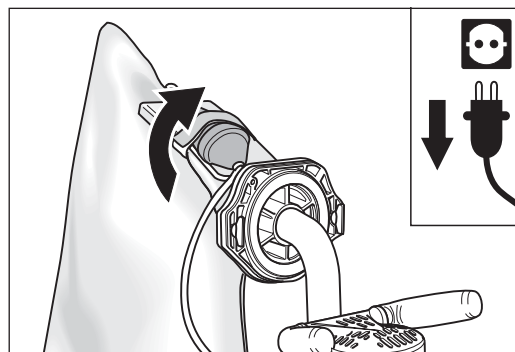

Abb. 21 Die Kupplung aus der Klettschlaufe am Staubsack nehmen.
- 2 Nehmen Sie die Kupplung des Verlängerungskabels aus der Klettschlaufe am Staubsack (Abb. 21).